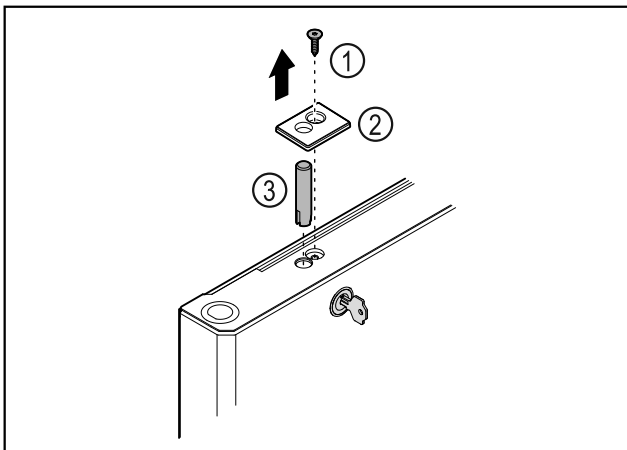

Fig. 33
- Schraube Fig. 33 (1) entfernen.
- Abdeckung Fig. 33 (2) mit einem kleinen Schraubendreher ausrasten und abnehmen.
- Schlossbolzen Fig. 33 (3) herausziehen.